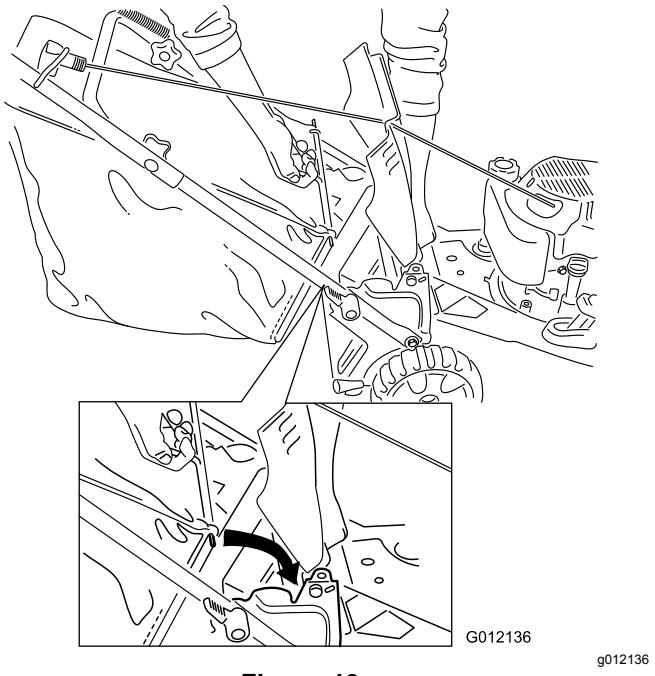

Figura 19
- Mantenete sollevato il deflettore posteriore, agganciate il cesto di raccolta nelle apposite tacche e abbassate il deflettore posteriore (Figura 19).